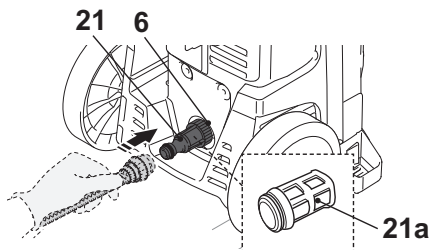

Fig. 16
1. Conecte el adaptador de la manguera de entrada de agua (21) a la entrada de agua (6) (Fig. 16).
2. Coloque una manguera de agua adecuada (no incluida) en el suministro de agua y luego el otro extremo en el adaptador de manguera de entrada de agua (21).